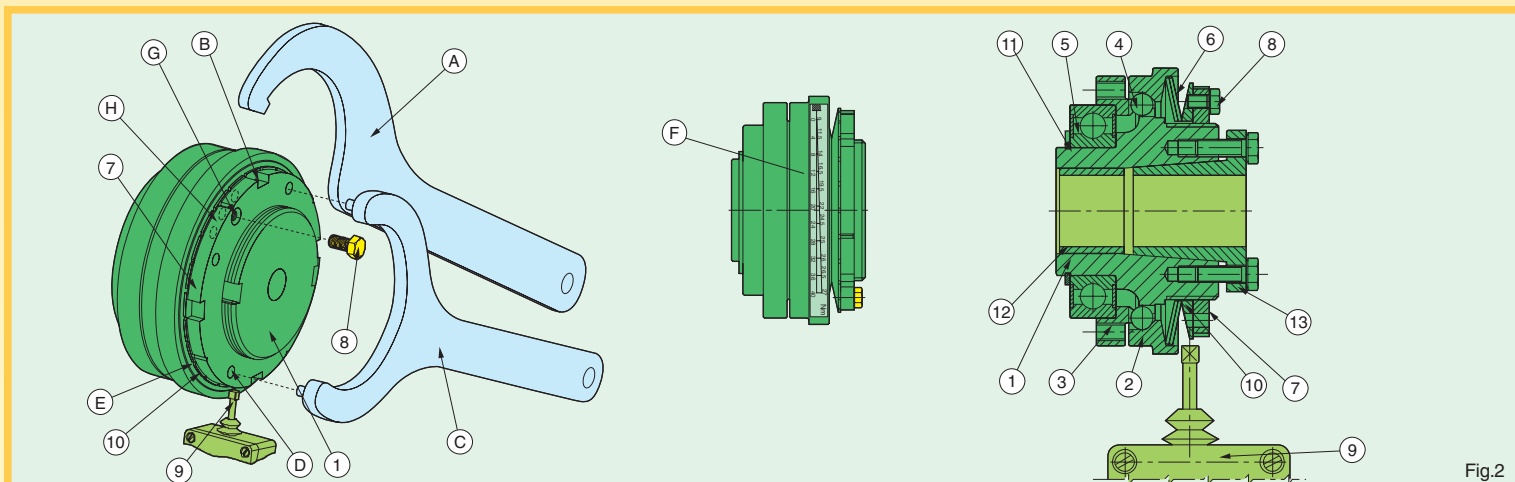

Fig.2
Durante il servizio normale il limitatore di coppia ZBC - NBC (fig.2) trasmette la coppia dal mozzo (1) alla flangia (3) attraverso la corona di sfere (4) costrette dalla pressione delle molle a tazza (6) sulla flangia mobile (2) dentro sedi ricavate sulle parti (1) e (3).
During normal operations the ZBC - NBC torque limiter (fig.2) transmits the torque from the hub (1) to the flange (3) through a ball crown (4) forced by the pressure of the disc springs (6) on the moving flange (2) into the seats on the two parts (1) and (3).